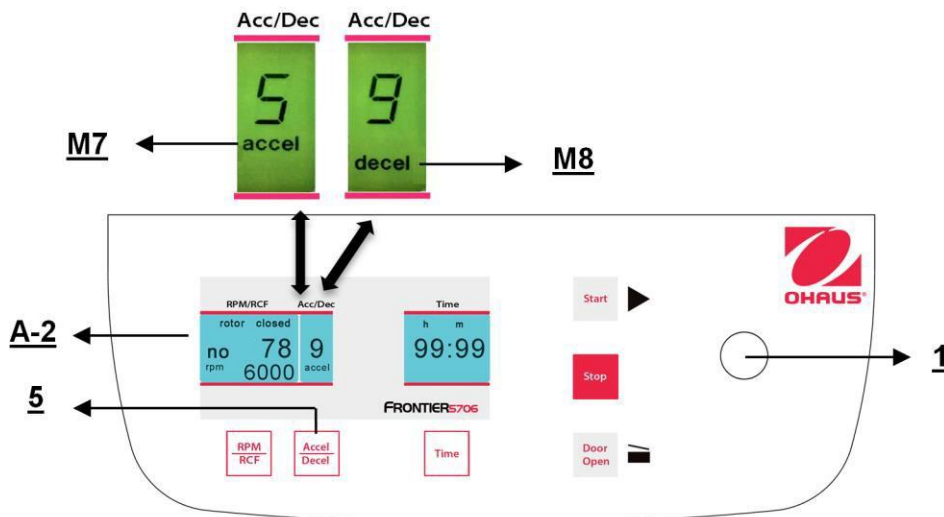

Figure. 21
Cette fonction est activée avec la touche "**Accel/Decel**" (5) (voir la figure 21).